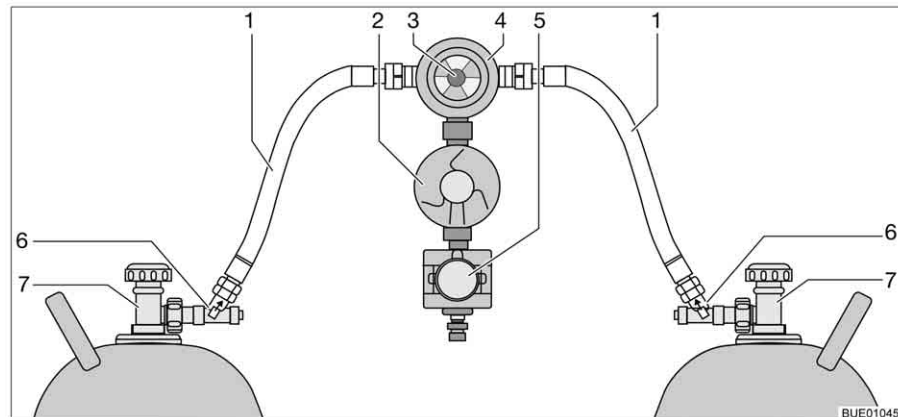

Fig. 154 Dispositif de commutation Crash Protection Unit
La Crash Protection Unit se compose de deux limiteurs de débit à verrouillage manuel (Fig. 154,6), d'une valve de commutation (Fig. 154,4) avec régulateur de pression (Fig. 154,2), d'une électrovanne (Fig. 154,5) et d'une unité de commande à DEL de trois couleurs. La valve de commutation est montée entre les deux lyres (Fig. 154,1).
Un bouton rotatif (Fig. 154,3), situé sur la valve de commutation, permet de définir laquelle des bouteilles de gaz est celle de service et laquelle est celle de réserve.
Seules les fonctions électriques peuvent être activées sur l'unité de commande (Fig. 155). Les robinets principaux des bouteilles de gaz (Fig. 154,7) et les dispositifs de déverrouillage (Fig. 154,6) doivent être ouverts manuellement.
- Ouvrir les robinets principaux des bouteilles de gaz (Fig. 154,7).
- Appuyer sur les dispositifs de déverrouillage (Fig. 154,6) l'un après l'autre pendant 10 secondes.
- Choisir la bouteille de gaz avec le bouton rotatif (Fig. 154,3) de la valve de commutation (Fig. 154,4) à partir de laquelle le gaz sera utilisé principalement (bouteille de service).
- Fermer les robinets principaux des bouteilles de gaz (Fig. 154,7).